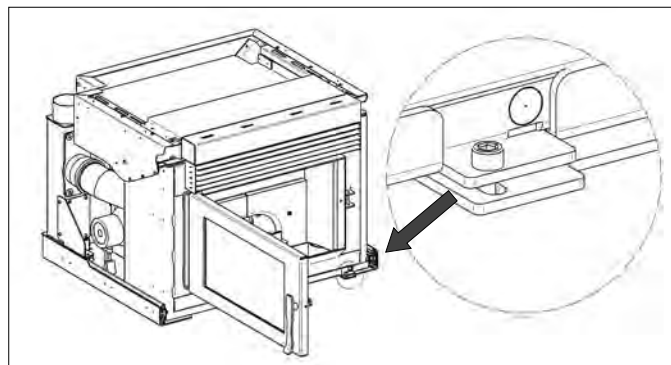

FIG.11 (istruzioni per l'installazione)
- 11) Inserts avec rails: à alla fin la installation, il faut taxativement avviser la vis de blocage au fin de interdire la sortie de l'appareil pendant le fonctionnement (FIG.11)